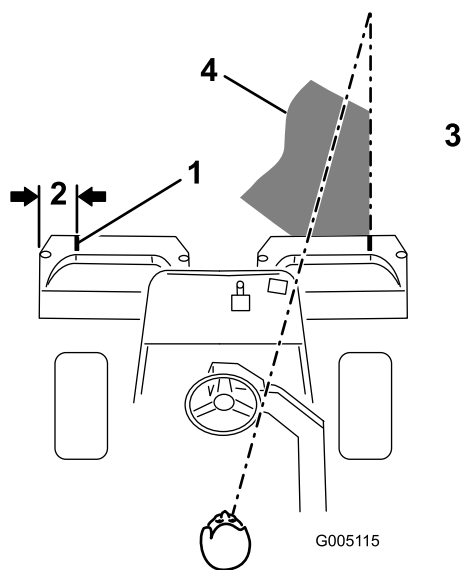

Figura 33
- Coloque un trozo de cinta blanca o pinte una raya en cada recogehierbas, paralelo al borde exterior de cada uno (Figura 33).
- Debe haber un solape mínimo con las pasadas anteriores. Para ayudar a mantener una línea recta a través del green y mantener la máquina a la misma distancia de la pasada anterior, establezca una línea imaginaria aproximadamente de 1,8 a 3 m por delante de la máquina hasta el extremo de la parte no segada del green (Figura 33 y Figura 34). Puede ser útil incluir el borde exterior del volante como parte de la línea imaginaria, es decir, mantener el borde del volante alineado con un punto que se mantiene siempre a la misma distancia de la parte delantera de la máquina (Figura 33 y Figura 34).